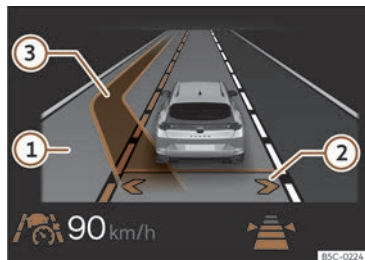

Abb. 150 Im Display des Kombi-Instruments: Anzeige des assistierten Spurwechsels (schematische Darstellung).
Dadurch wird der assistierte Spurwechsel aktiviert. Die Pfeile der eigenen Fahrspur werden im Display des Kombi-Instruments in Grau angezeigt >>> (Abb. 150) ②
wird die entsprechende Spur im Display des Kombi-Instruments neben der eigenen Spur angezeigt. Der Pfeil auf der entsprechenden Seite der Fahrspur wird in Weiß angezeigt >>> (Abb. 150) ②.